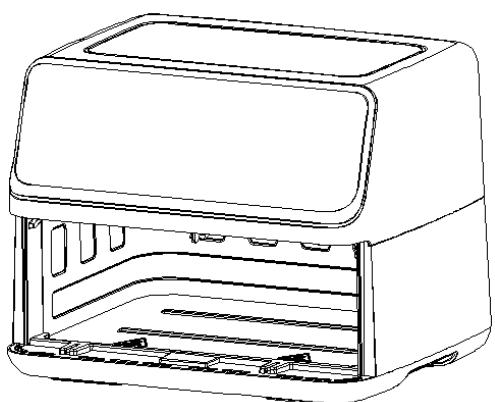

Fig.4
2. Retire con cuidado la cesta de la freidora (Fig. 4).